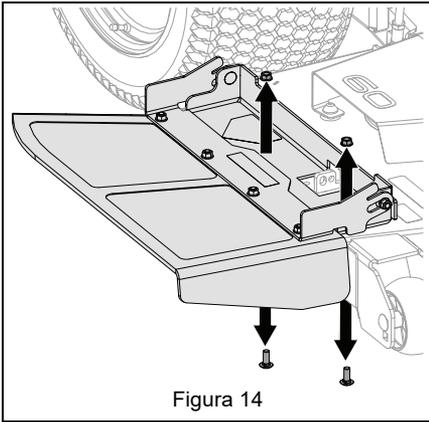

Figura 14
1. Quite y conserve dos pernos de cabeza redonda y cuello cuadrado y dos tuercas empotrables que fijan la tolva de descarga a la plataforma. Quite la tolva de descarga y guárdela para trabajar sin embolsadora. Consulte Figura 14.